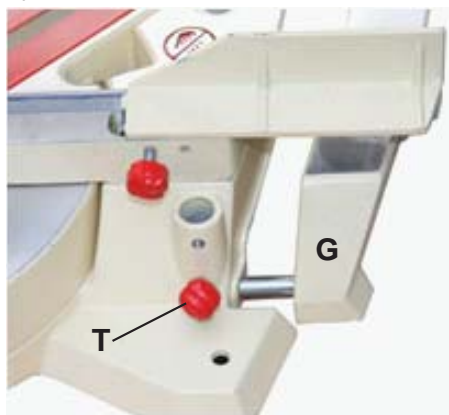

Рис. 3
- Винтами (Т, Рис. 3) зафиксируйте удлинение стола (Г) на месте.